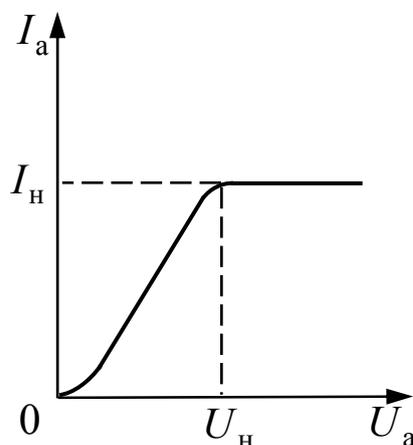

Рис. 10.9
*Диод* представляет собой баллон, из которого откачан воздух. В баллон впаяны два электрода – анод *A* и катод *K*. Раскаленный катод испускает электроны, которые под действием электрического поля движутся от катода к аноду, в результате чего через лампу течет ток *I*. Величина тока зависит от напряжения  $U_a$ , возникающего между анодом и катодом. График зависимости тока *I* от напряжения  $U_a$  между анодом и катодом (анодное напряжение) приведен на рис. 10.9. При некотором напряжении достигается ток насыщения  $I_{нас}$ . В этом случае все вылетающие в единицу времени с поверхности катода электроны достигают анода.